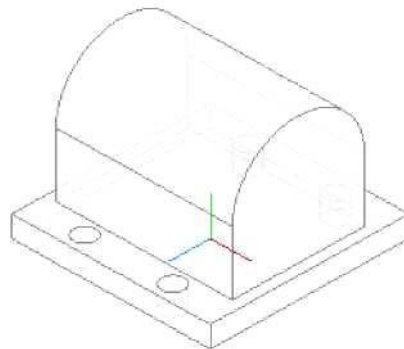

Рис. 7.27
4. Применяем к полученному эскизу команду  **Приклеить выдавливание** - **Направление выдавливания** - **Средняя плоскость**, **Расстояние** - **80** (рис. 7.27).